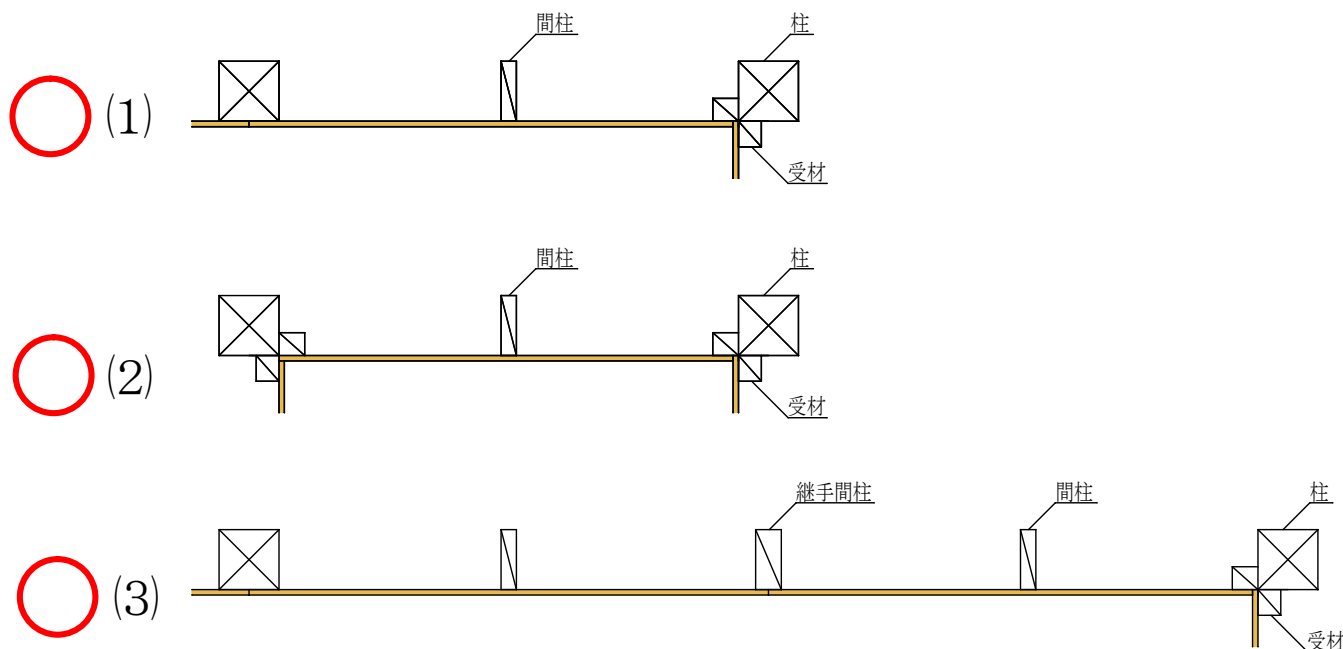

図 9 入隅部の納まり図①
- ・1 つの耐力壁について、(1)片側に入隅部がある場合、(2)両側に入隅部がある場合のいずれも耐力壁 (2.3 倍) とできます (図 9)。尚、入隅部面材の勝ち負けおよび 1P・2P は問いません (例 : (3))。